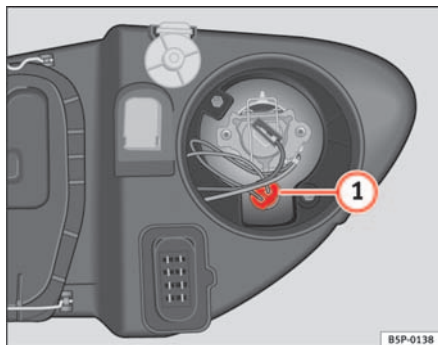

Abb. 180 Standlicht
- Die Fassung ⇒ Abb. 180 (1) herausnehmen.